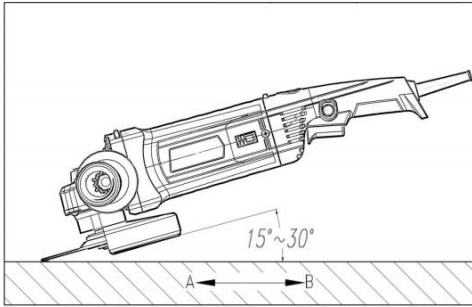

Fig8
Eficaz y seguro para operaciones de lijado y esmerilado (Fig. 8)
2. En general, mantenga la parte de corte y rectificado de la rueda y el disco a un ángulo de 15 a 30 grados con respecto a la superficie del objeto a procesar. (Fig. 8)